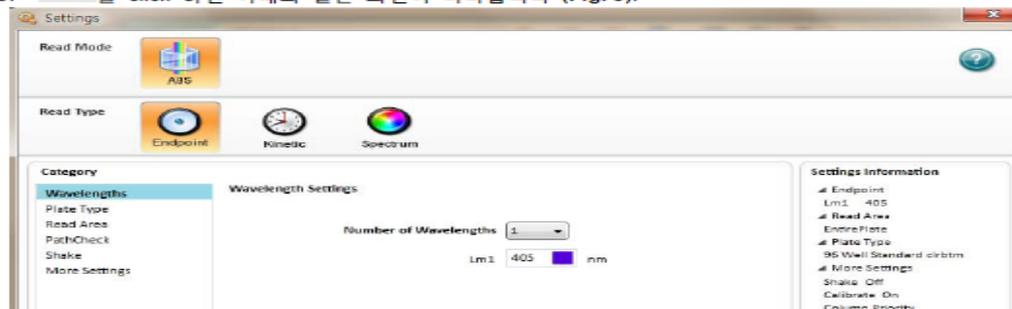

Figure 3. Setting window
- ①  : 기기의 setting을 할 수 있습니다.
- ②  : Plate mapping을 할 수 있습니다. (ex, Standard, Control,...)
- ③  : 원하는 data만을 setting 할 수 있습니다. (ex, Lm1-Lm2,...)
- ④  : Data display를 setting 할 수 있습니다.
- ⑤  : 특정 well data만을 masking 할 수 있습니다.
- ⑥  : 측정 data를 3D image로 전환하여 확인할 수 있습니다.
9.  을 click 하면 아래와 같은 화면이 나타납니다 (Fig. 3).